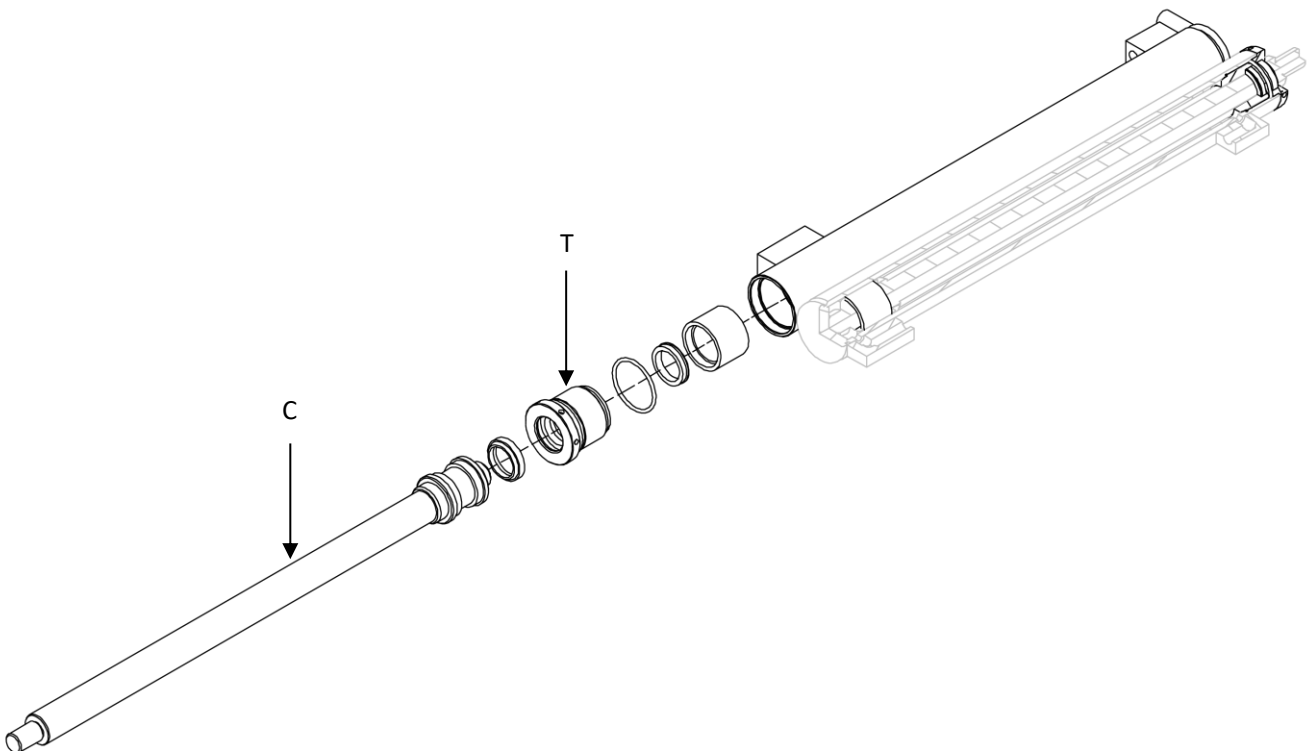

Figura 27
8. Prendere come riferimento la *Figura 27*.